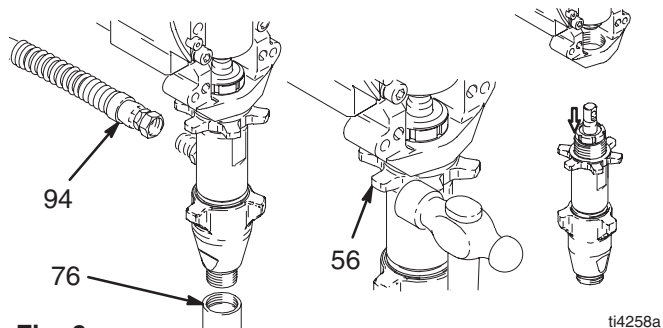

Fig. 9
5. Fig. 9. Démontez le tuyau d'aspiration (76), le flexible (94) et toutes les rondelles et joints toriques.
6. Desserrer l'écrou de la pompe (56). Dévisser la pompe.
5. Fig. 9. Replacer les rondelles, joints toriques, le tuyau d'aspiration (76) et le flexible (94).